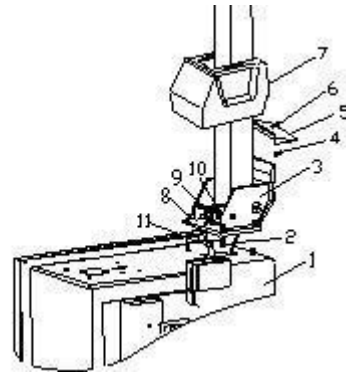

Bild 3
- 2) Sätt svänggångjärnen (**3, Bild 3**) på stammen (**1, Bild 3**).
- 3) Träd luftslangen (**2, Bild 3**) genom hålet i pelaren Kläm med fyra låsningsmuttrar (**M12**) (**8, Bild 3**).
- 4) Sätt bulten (**9, Bild 3**) till hål av båda pelaren och den lutande cylinderarmen (**11, Bild 3**) och kläm med en låsande mutter.
- 5) Avskilja bultarna av den vänstra däck och ta bort skydden, koppla den nämnde luftslangen (**2, Bild 3**) genom hålet på sidan till den femgreniga ventilen.
- 6) Sätt plastskydden på plats (**7, Bild 3**) med två skruvar (**4, Bild 3**).
- 7) Fastsätt den andra plastskydden (**5, Bild 3**) till pelaren med en skruv (**6, Bild 3**).